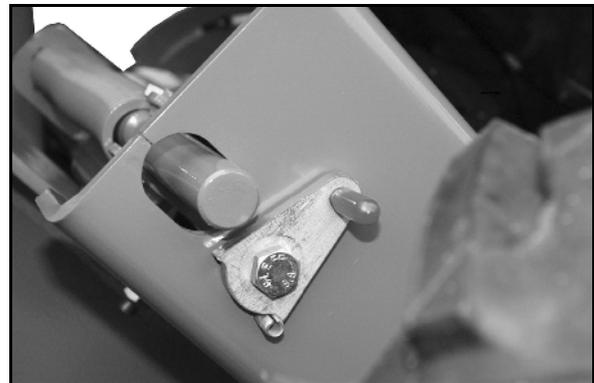

Fig. 27
3. Pivotar la palanca de seguridad Fig. 27.